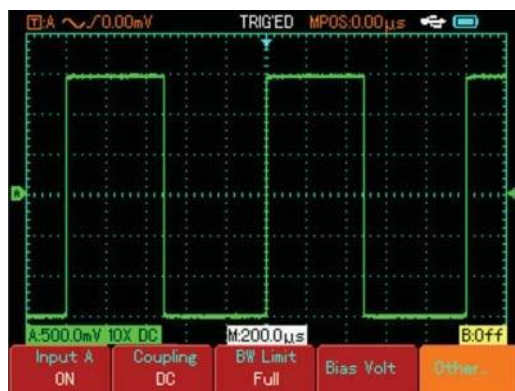

Abbildung 1-5 Rechtecksignal 10:1
③ Verbinden Sie die Sonde und die Masseklemme mit dem Ausgangsterminal des Funktionssignalgenerators. Wählen Sie eine Rechteckwelle mit einer Ausgangsfrequenz von 1 kHz und einer Amplitude von 3 Vpp aus. Drücken Sie [AUTO], und Sie werden innerhalb weniger Sekunden eine 1 kHz/3 Vpp Rechteckwelle auf dem Display sehen, wie in Abbildung 1-5 gezeigt. Wiederholen Sie die Schritte 2 und 3, um Kanal B zu überprüfen.